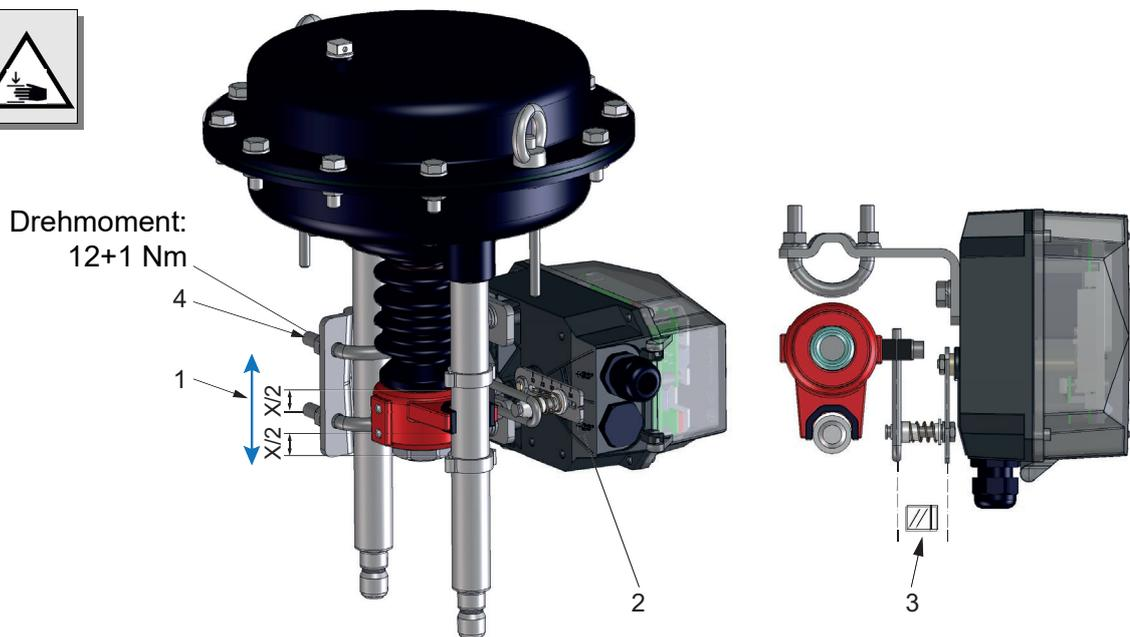

Bild 17
## 8. Genaue Ausrichtung des Stellungsreglers (siehe Bild 17)
- Überprüfen Sie, dass der Stellungsregler parallel zu den beiden Säulen vom Antrieb positioniert ist (siehe Bild 17).
- Zum Fixieren des ARI-STEVI-POS® in der eingestellten Position müssen die Sechskantmutter (Pos. 658) an den beiden Bügeln festgezogen werden (siehe Bild 17).